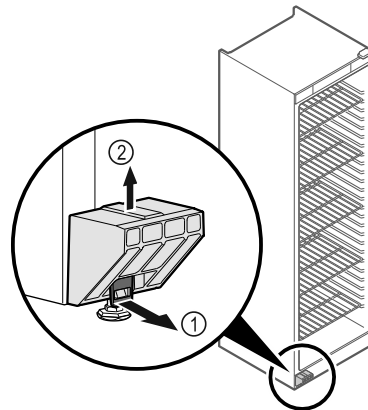

Fig. 6
► Lasche Fig. 6 (1) nach vorne ziehen.
► Transportsicherung Fig. 6 (2) nach oben abziehen.